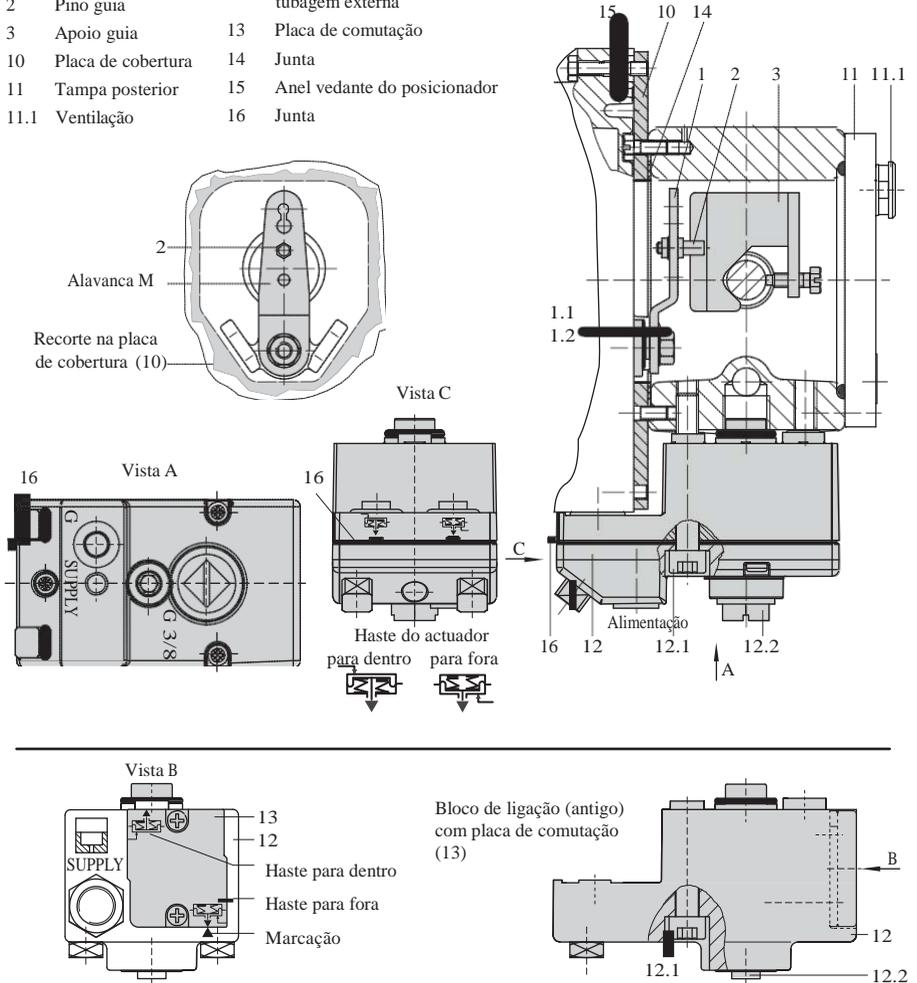

Fig. 5 - Montagem directa – Ligação do sinal pneumático para o actuador Tipo 3277 com 240, 350, 355 e 700 cm²
Monte o posicionador na arcada tal como indicado na Fig. 5. O sinal de comando pneumático é enviado para o posicionador através do bloco de ligações pneumáticas (12). Para actuadores com acção de segurança “haste para fora”, internamente por um furo existente na arcada, e para actuadores com “haste para dentro”, através de tubagem externa.
1. Coloque o apoio guia (3) na haste do actuador, alinhe-o e aperte-o bem, de forma que o parafuso de fixação fique na nervura existente na haste do actuador.
2. Monte a placa de cobertura (10) com o lado mais estreito do recorte (Fig. 5, esquerda) a apontar na direcção da ligação do sinal pneumático. Certifique-se que o lado que tem o vedante (14) fica virado para o actuador.
3. Para actuadores com 355/700 cm², remova o pino guia (2) da posição **35** da alavanca **M** (1) existente na traseira do posicionador, recolque-o no furo da posição **50** e aperte-o bem. Para actuadores com 240 e 350 cm² com curso de 15 mm, o pino guia (2) fica na posição **35**.
4. Coloque o anel vedante (15) na ranhura existente na caixa do posicionador.
5. Coloque o posicionador na placa de cobertura (10) de forma que o pino guia (2) assente sobre o apoio guia (3). Ajuste a
6. Certifique-se que a ponta da junta (16) que sai na lateral do bloco de ligação (12) fica posicionada por cima do símbolo que corresponde à acção de segurança do actuador “haste para fora” ou “haste para dentro”. Se necessário remova os três parafusos de fixação e a tampa. Reposicione a junta (16) rodada de 180°. A versão anterior do bloco de ligação (Fig. 5, baixo) necessita que a placa de comutação (13) seja rodada de forma que o símbolo correspondente do actuador fique alinhado com a marcação.
7. Coloque o bloco de ligação (12) com os respectivos anéis vedantes contra o posicionador e a arcada do actuador. Fixe-o bem com os parafusos (12.1). Para actuadores com acção de segurança “haste para dentro”, retire também a porca de selagem (12.2) e monte a tubagem externa para o sinal de comando pneumático.
8. Coloque a tampa posterior (11) no outro lado. Certifique-se que ao colocar a tampa posterior (11), a ventilação fica do lado de baixo quando a válvula estiver montada, de forma a permitir que qualquer condensação que ocorra possa escorrer para fora.